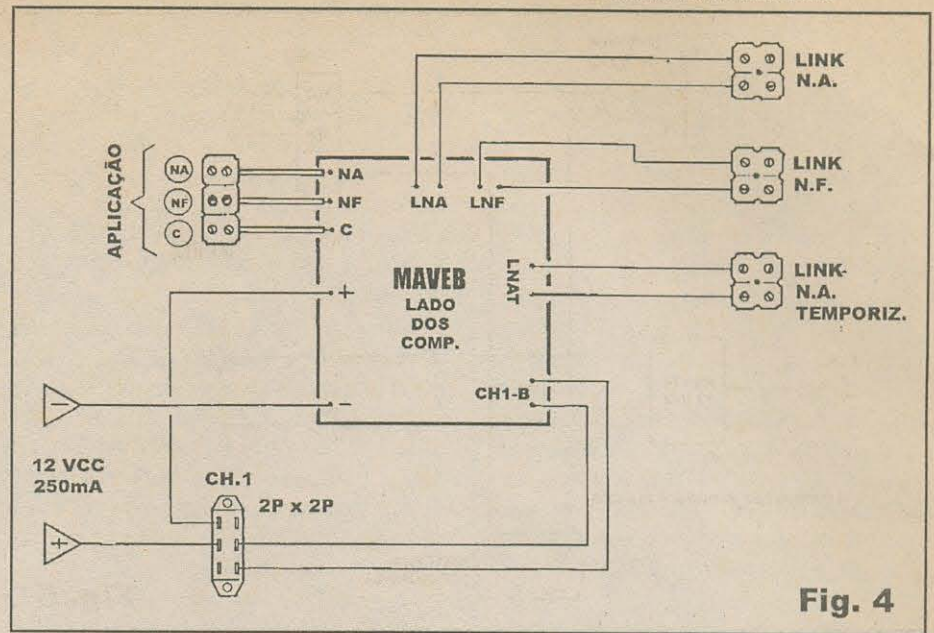

Fig. 4
- FIG. 4 - CONEXÕES EXTERNAS À PLACA - Fáceis e diretas, as ligações *da placa para fora* estão todas demonstradas no diagrama... Basta um pouco de atenção para que tudo saia correto... Notar os três pares de conectores parafusáveis correspondentes aos *links* dos sensores, e que devem ser ligados/identificados corretamente com os respectivos pontos L.N.A. (*link* Normalmente Aberto), L.N.F. (*link* Normalmente Fechado) e